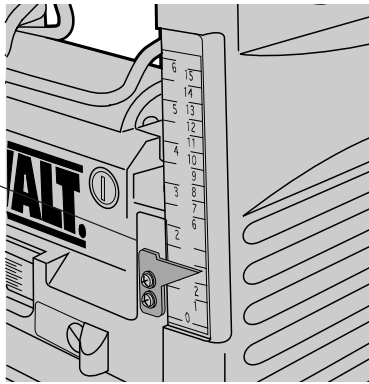

FIG. 27
5. **Ilustración 27** - Entre la correa en la polea superior (A) tal como se muestra en la ilustración 1 con 3 surcos en la polea.